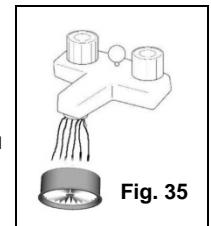

Fig. 35
6. Vous pouvez laver le filtre HEPA en le tenant sous le robinet et en laissant l'eau couler sur le côté sale. (Fig. 35) Laissez **toujours** le filtre HEPA sécher à l'**air libre** pendant 24 heures avant de le replacer à l'intérieur de l'aspirateur.